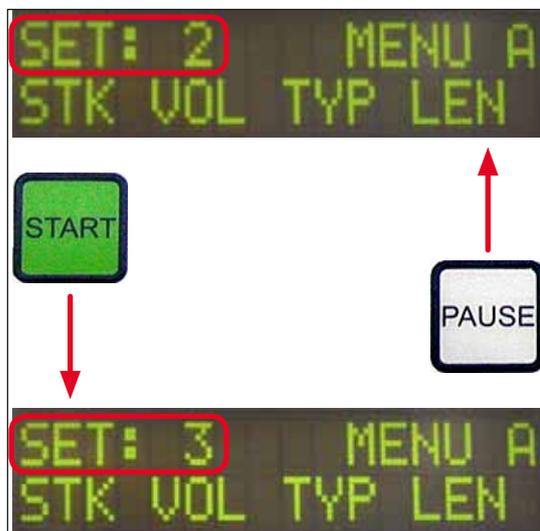

Fig. 39
- ① Ao todo há quatro programas (**SET 1** a **SET 4** (CONJUNTO 1 A 4)) que podem ser armazenados no aparelho com configurações de parâmetro diferentes.
- Pressionar o botão **PAUSE** (PAUSAR) chama o próximo programa mais baixo (→ Fig. 39).